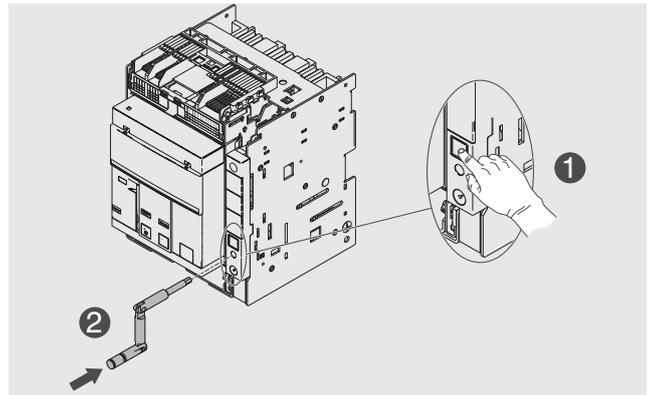

Figura 34
5. Apretar el pulsador de bloqueo e introducir la manivela en la parte móvil. En esta fase la parte móvil está aún en posición **DISCONNECT**. Véase Figura 34.